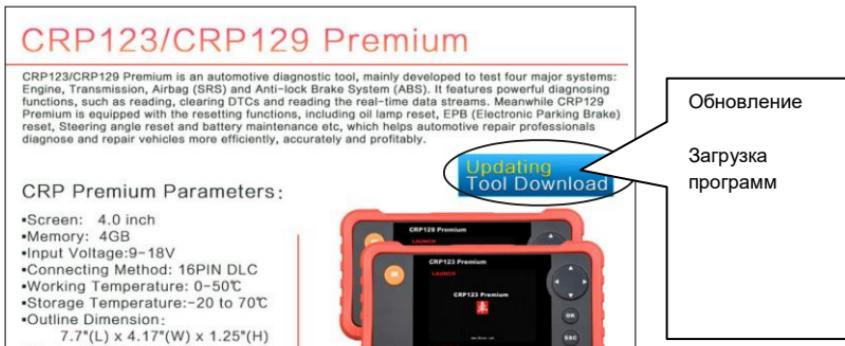

Рис. 7-1
1. Перейдите по ссылке <http://mycar.x431.com> и нажмите «Products» --> «CRP», затем нажмите значок обновления программ (рис. 7-1).